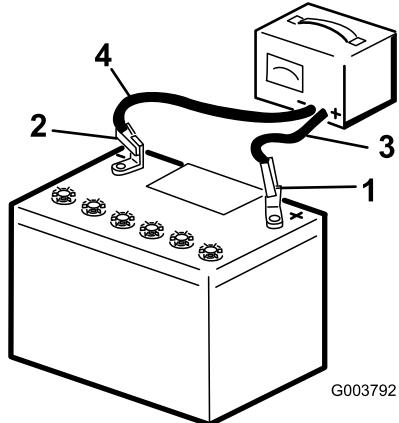

Bild 36
3. Laden Sie die Batterie 10 bis 15 Minuten lang mit 25 bis 30 A oder 30 Minuten lang mit 4 bis 6 A (Bild 36). Überladen Sie die Batterie nicht.
4. Wenn die Batterie voll geladen ist, ziehen Sie den Stecker des Ladegeräts aus der Dose. Klemmen Sie dann die Klemmen des Ladegeräts von den Batteriepolen ab (Bild 36).